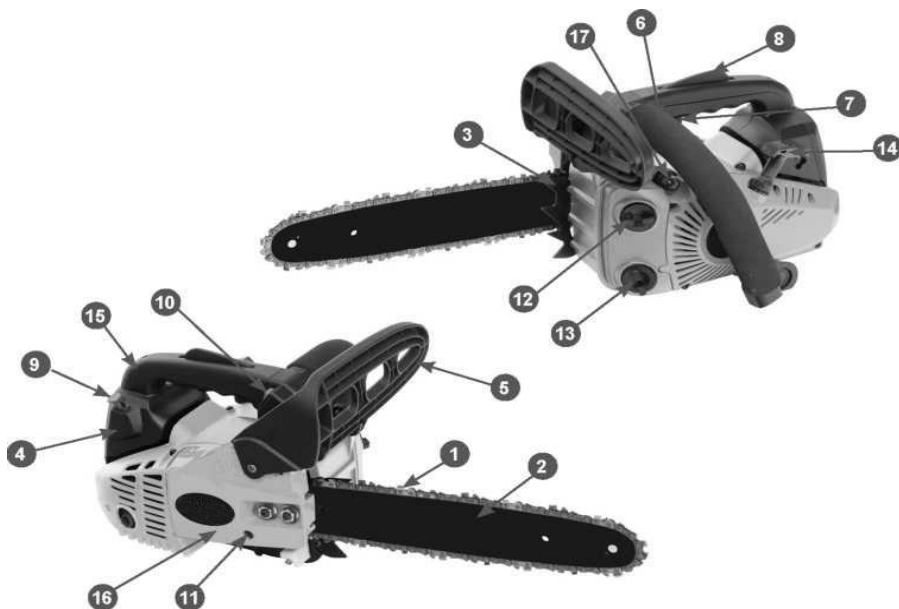

Рис. 1 Основные узлы и органы управления
Бензопила – инструмент, использующий в качестве привода одноцилиндровый двухтактный бензиновый двигатель внутреннего сгорания. Рабочим органом пилы является пильный аппарат, состоящий из бесконечной (замкнутой) пильной цепи (рис.1 поз.1), бегущей по шине (рис.1 поз.2).
Двигатель работает на топливе из смеси бензина марки АИ – 92 и специального моторного масла для 2-тактных двигателей. Он оснащён мембранным карбюратором и электронной системой зажигания. Для запуска двигателя служит ручной стартёр (рис.1 поз.14) и ручной подкачивающий насос (праймер, рис.1 поз.17) для предварительной подкачки топлива в карбюратор и облегчения условий запуска при низких температурах.
Ведущая звёздочка приводится в движение автоматической муфтой сцепления. На холостых оборотах зацепление не происходит, и пильная цепь не движется. Увеличиваем обороты двигателя до рабочих нажатием на рычаг управления дросселем (рис.1 поз.9). При этом колодки муфты сцепления расходятся и входят в зацепление с барабаном. Вращение начинает передаваться на приводную звёздочку пильной цепи. После отключения рычага управления дросселем, обороты двигателя снижаются до холостого хода (около 3000 об/мин), цепь автоматически останавливается. Остановка цепи также осуществляется механическим тормозом двойного действия: вручную, нажав левой рукой на щиток тормоза (рис.1 поз.5) движением от себя,
- отверните пробку маслобака (рис.1 поз.13);